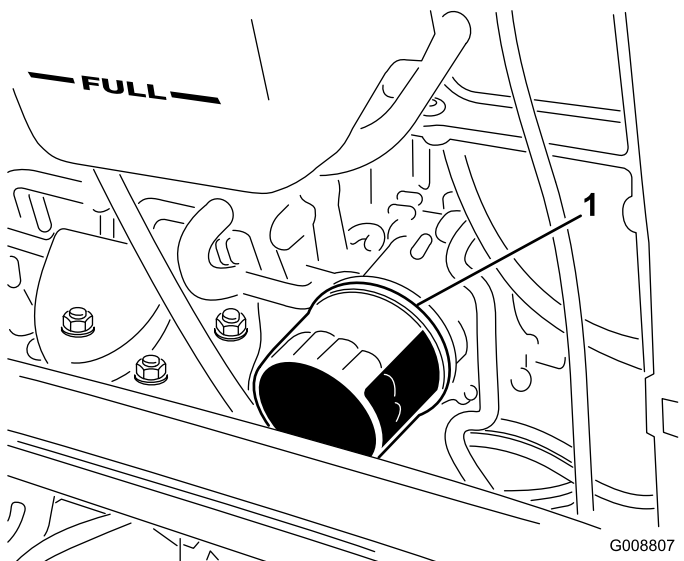

Figura 54
4. Retire el filtro de aceite (Figura 54).